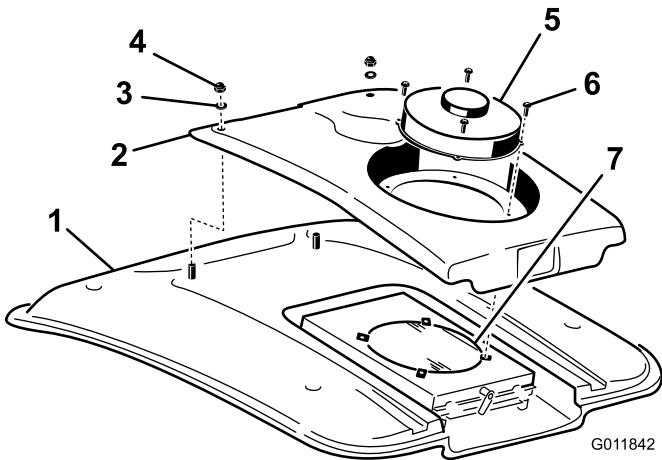

Bild 73
2. Entfernen Sie die 4 Schrauben, mit denen der Lüfter und die Kondensatorabdeckung an der Lüfterbefestigung befestigt sind (Bild 73).
4. Entfernen Sie die zwei Schrauben und Scheiben, mit denen die Vorderseite der Kondensatorabdeckung am Kabinendach befestigt ist (Bild 73).
8. Reinigen Sie den Klimaanlagen-Kondensator gründlich mit Druckluft (Bild 73).